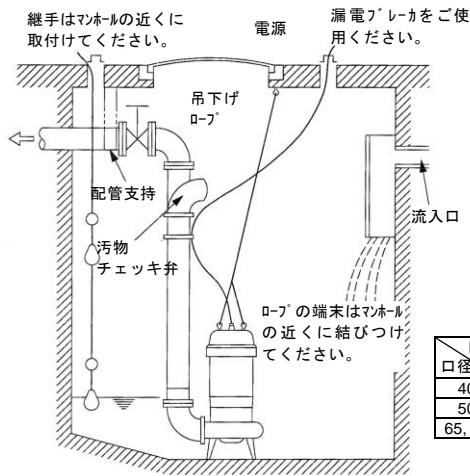

図 2
- 4) 槽内の流れがある場合には適当な配管を支持してください。(図2 参照)